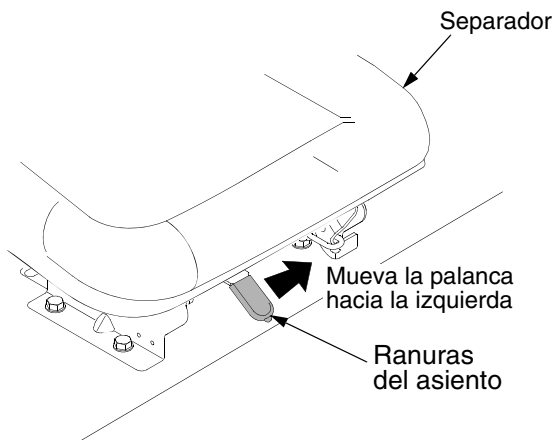

Figura 20
- Para ajustar la posición del asiento, mueva y sostenga la palanca de ajuste del asiento hacia la izquierda. Deslice el asiento hacia adelante o hacia atrás a la posición deseada; luego suelte la palanca de ajuste. Asegúrese que el asiento esté fijo en su posición antes de operar el tractor. Vea Figura 20.